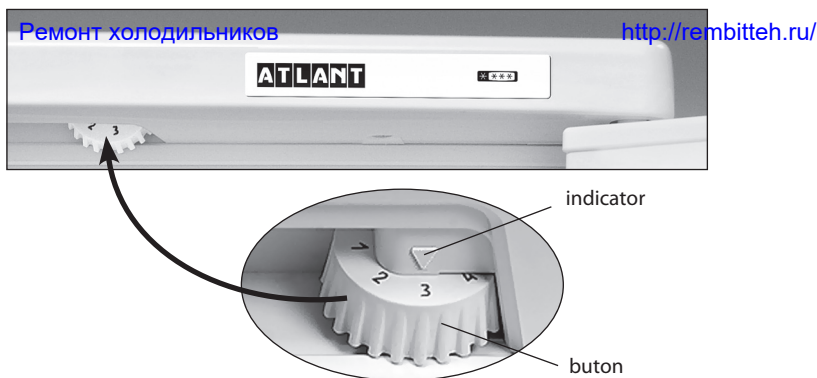

Figura 3 — Reglarea temperaturii
**1.4** Elementul de reglare a temperaturii din frigider, în conformitate cu Figura 3 este butonul de reglare a temperaturii (numit în continuare - buton), care se află sub masca frigiderului. Butonul se rotește în sensul acelor de ceasornic sau în sensul contrar al acestora și are diviziuni numerice. Diviziunea "1" corespunde celei mai joase setări de temperatură (răcire minimă) în camera frigorifică, diviziunea "7" – celei mai înalte setări de temperatură (răcire maximă). Pentru a regula temperatura, fixați diviziunea butonului sub indicator.
Deschideți ușa CF și fixați sub indicator diviziunea "2" a butonului. Închideți ușa CF. Pentru setarea temperaturii optime pentru păstrarea produselor în camera frigorifică, efectuați reglarea cu ajutorul butonului în conformitate cu figura 3. După ajustare temperatura în frigider se menține în mod automat.